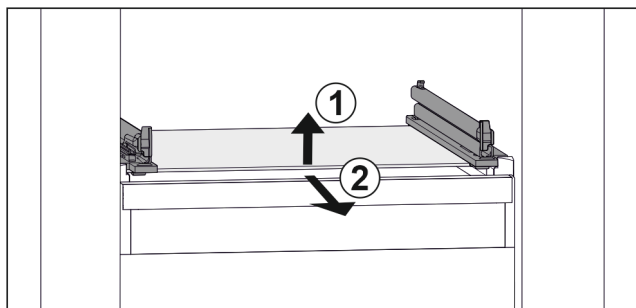

Fig. 166 Eksempel på fremstilling av glassplaten
- ▶ Løft opp glassplaten foran. Fig. 166 (1)
- ▶ Ta ut glassplaten fremover. Fig. 166 (2)